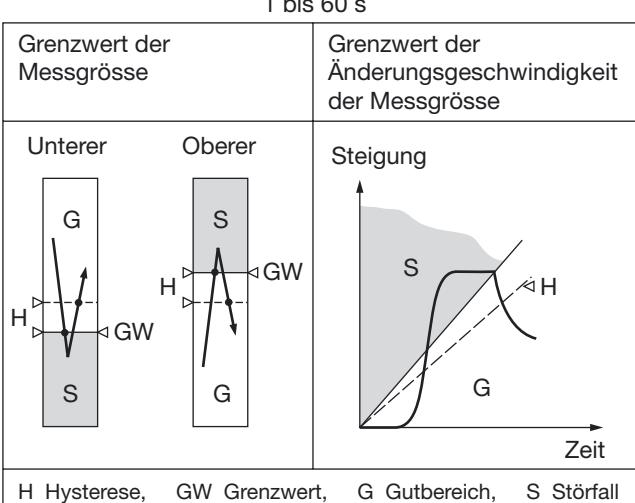

Bild 3. Schaltverhalten, je nach Grenzwert-Typ.
– zur Überwachung der Messgröße als unterer oder oberer Wert zwischen – 10 und +110%² (siehe Bild 3, links)
zwischen ± 1 und ± 50%/s² (siehe Bild 3, rechts)